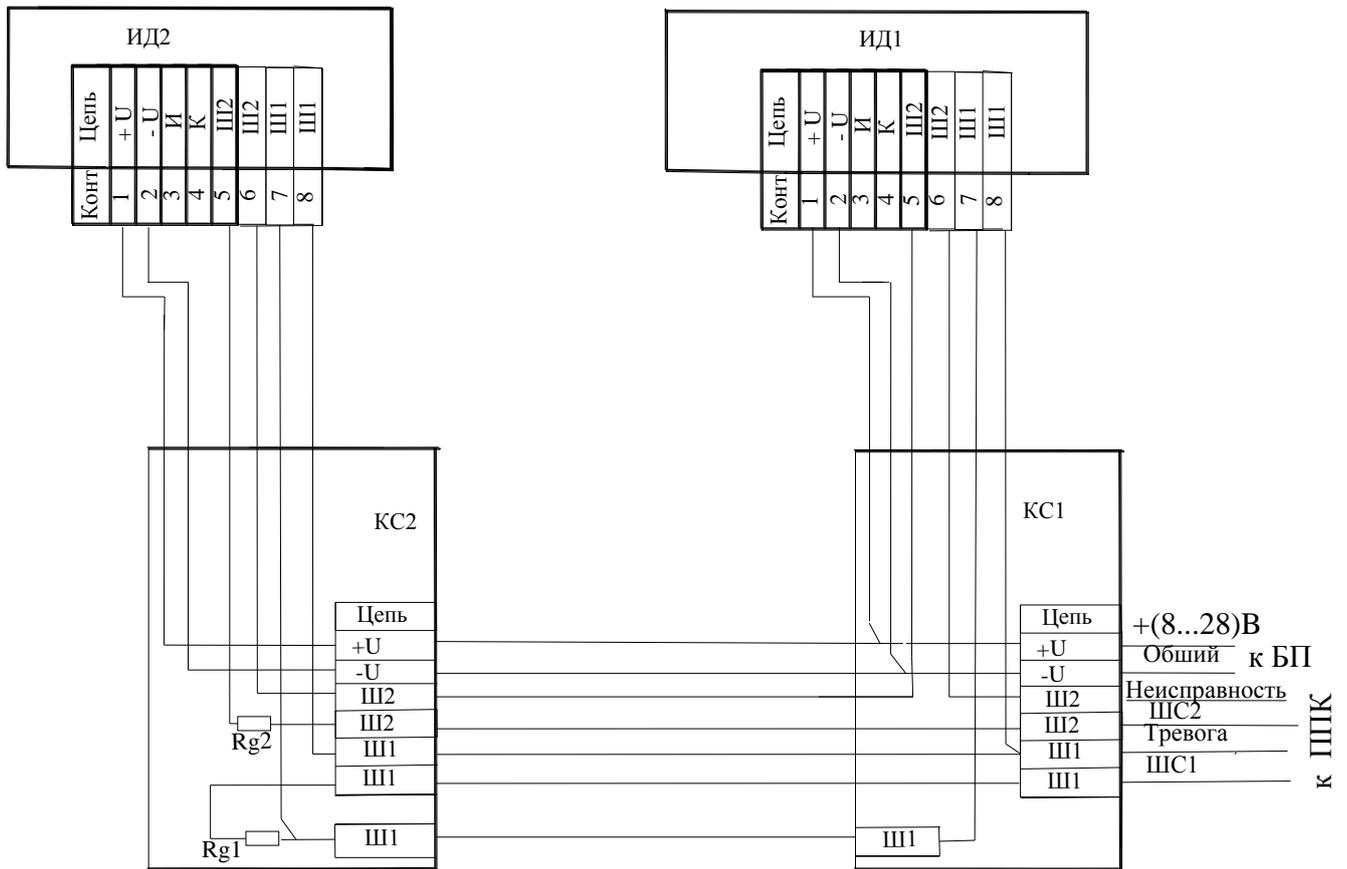

Рис. 1. 6 Схема соединения двух извещателей при встречном включении (монтажное И).
2.1.3 Извещатель необходимо устанавливать таким образом, чтобы направление движения нарушителя было под прямым углом к оси зоны обнаружения. (см. рис.1).